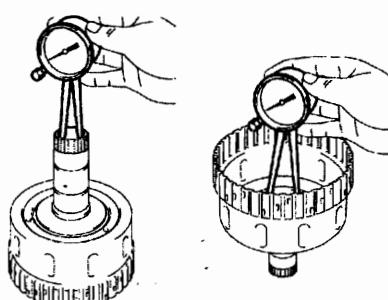

图 12-1-122
(8) 检查前进挡离合器毂分总成。如图 12-1-122 所示，用百分表测量前进挡离合器毂衬套内径，标准衬套内径为 26.037~26.062mm，最大衬套内径为 26.112mm。若内径大于最大值，则应更换前行挡离合器毂。